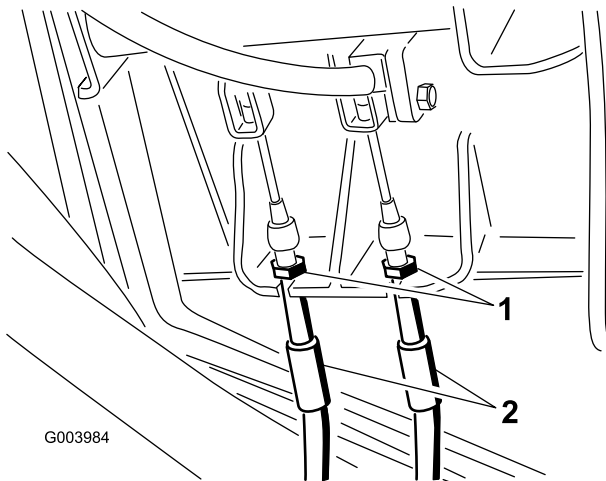

Bild 73
1. Ziehen Sie zum Reduzieren des Spiels der Bremspedale die Bremsen fester – lockern Sie dazu die vordere Mutter am Gewindeende des Bremszugs (Bild 73).